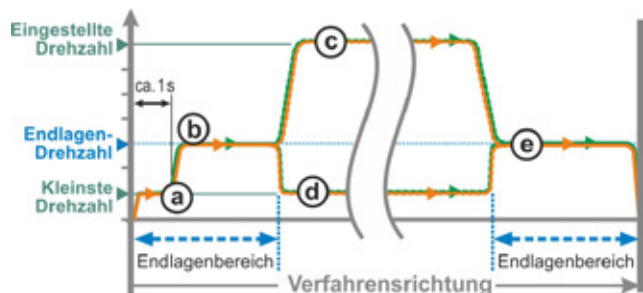

Abb. 1: Endlagen-Drehzahl ‚Normal‘
- aus der Endlage mit der kleinsten Drehzahl, ca. 1 sec. (Abb. 1: Kurve **a**), um dann auf die Endlagendrehzahl zu schalten, siehe **b**;